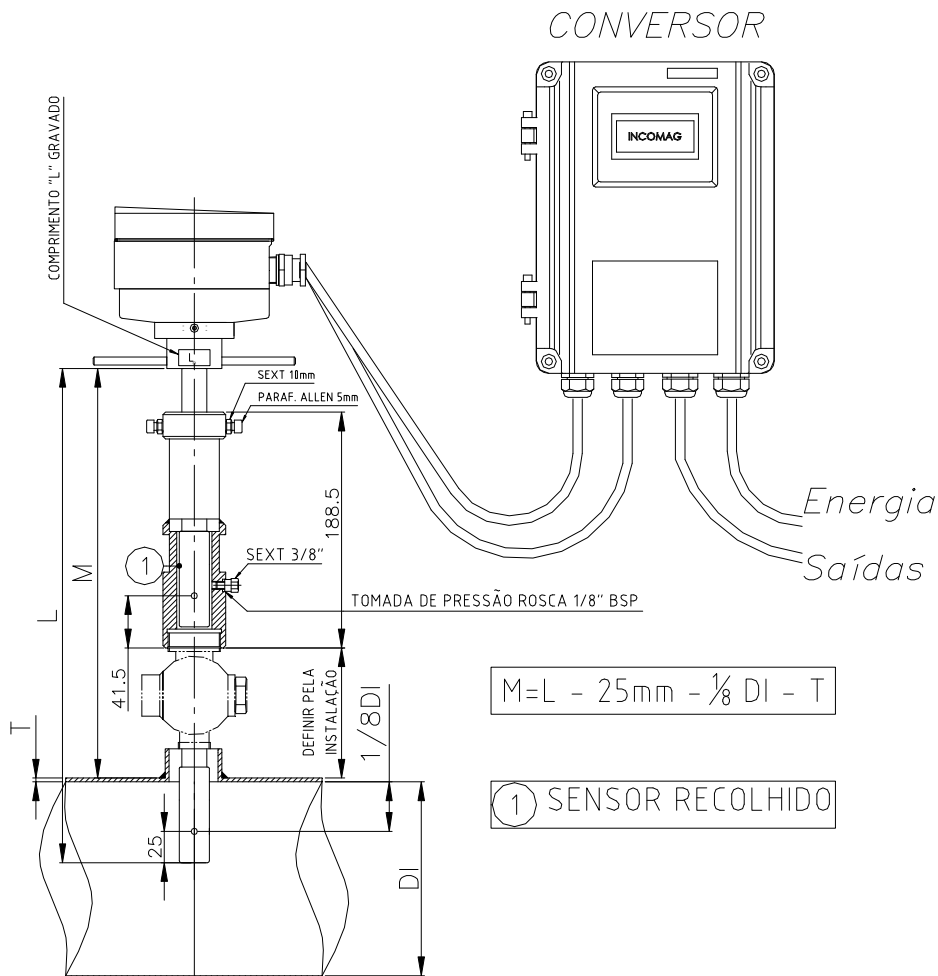

Figura 7
A **figura 7** ilustra a típica instalação para o medidor de vazão do tipo ajustável com válvula de bloqueio.
- Após abertura total da válvula, afrouxar novamente os parafusos Allen 5 mm e as porcas sextavadas e ajustar, cuidadosamente, a haste do medidor para dentro da válvula até que a medida M , calculada na **figura 7**, seja alcançada.